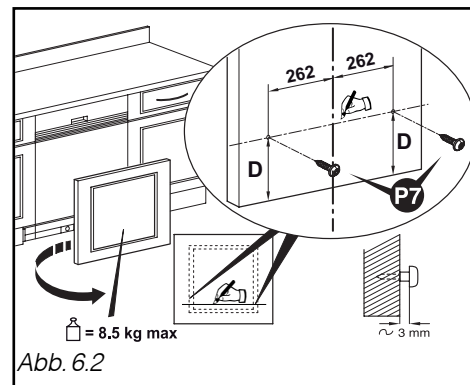

Abb. 6.2
- Berechnen Sie das Maß $D = A - B$; zeichnen Sie eine Linie mit dem Maß **D** hinten auf der Wand, im unteren Teil (Abb. 6.2).
- Vermessen Sie für die beiden Schrauben einen Abstand von 262 mm von der Achse der Holzwand. Setzen Sie die 2 Schrauben **P7** ein (Abb. 6.2).